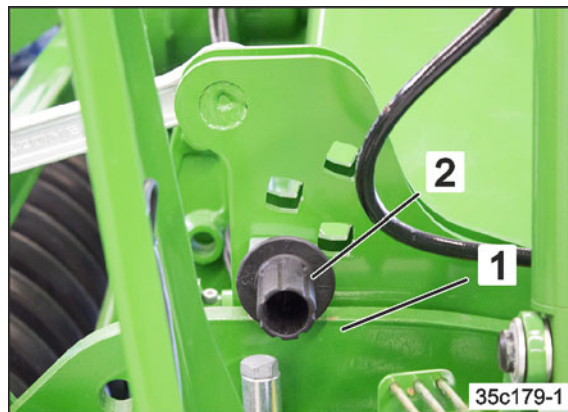

Fig. 103
1. Levantar la máquina con el sistema hidráulico del tractor sólo lo estrictamente necesario para que los pernos de regulación de profundidad (Fig. 103/2) queden liberados de los brazos portantes (Fig. 103/1).